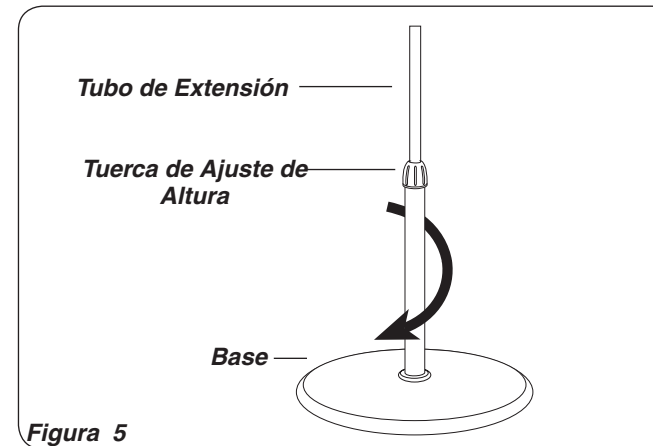

Figura 5
1. Utilizando un movimiento giratorio, inserte el extremo del tubo de diámetro grande en el agujero de la **Base**. (Figura 5) El girar el tubo a medida que se lo empuja asegura que el tubo quede plenamente asentado en la **Base**.